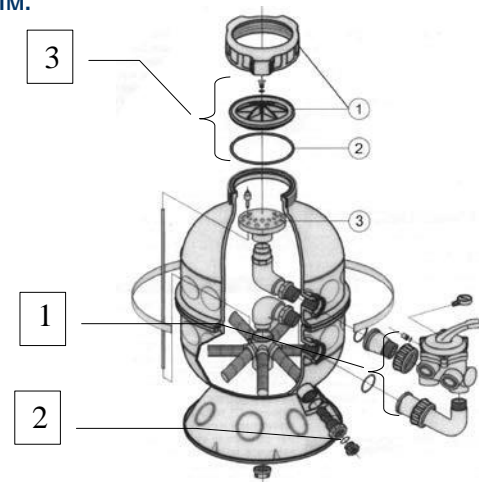

Рис. 5
- 2 открутить соединения клапана и колонны поз 1 рис. 5